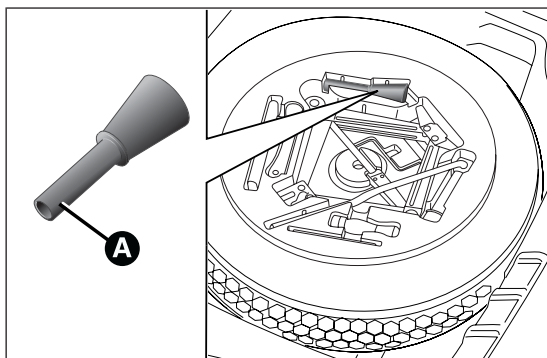
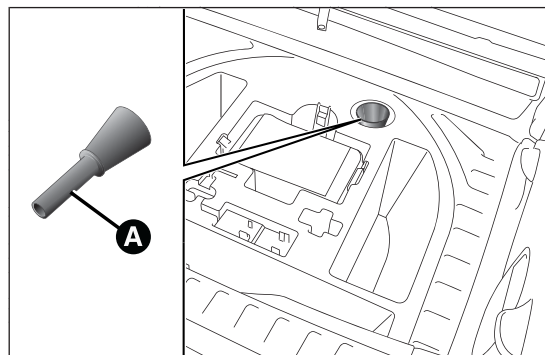

fig. 118
fig. 119
- ouvrir le coffre à bagages et prendre l'adaptateur spécial A situé dans la boîte à outils (versions équipées de roue compacte de secours - pour les versions/marchés qui le prévoient) fig. 118 ou dans la boîte du Fix&Go Automatic (versions équipées de Fix&Go Automatic) fig. 119 ;